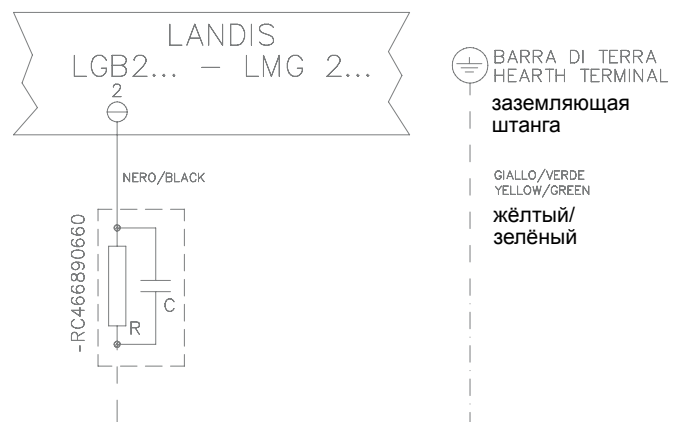

Рис. 27
В случае, если электропитание горелки 230 В фаза-фаза при электронном блоке контроля пламени Brahma VM4..., для увеличения напряжения между электродом и массой нужно использовать трансформатор Brahma AR1 (наш код 2531006), подсоединённый, как показано на Рис. 27а
Рис. 27а
*В этих случаях подключите цепь RC см. Рис. 27 и Рис. 27а.